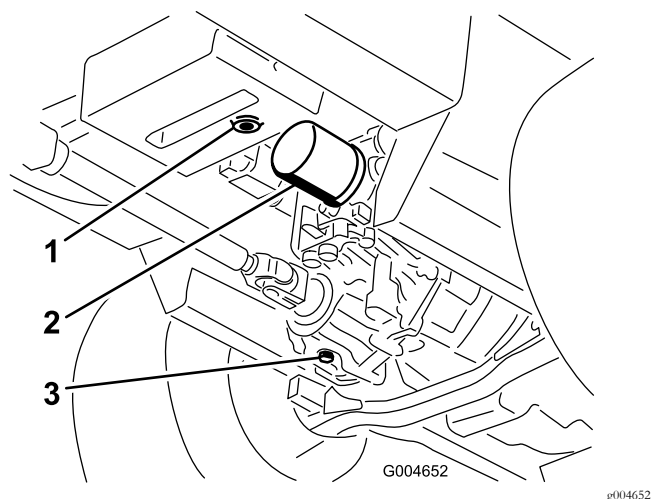

図 62
3. 油圧オイルタンクとトランスミッションケースの下にオイルを受ける大型の容器を置き、それぞれのドレンプラグを外してタンク内のオイルを完全に排出、回収する (図 62)。
4. 油圧オイルフィルタ取り付け部の周辺をウェスできれいに拭き、フィルタを外す (図 62)。